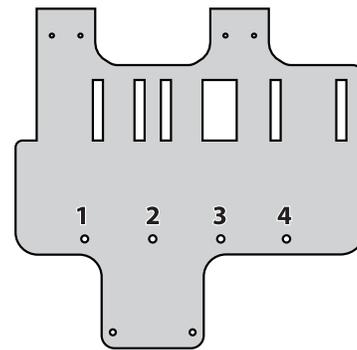

Figura 6
- Con la Figura 6 y el cuadro a continuación, localice la ubicación del orificio de montaje correcto en el soporte de montaje para su tractor: